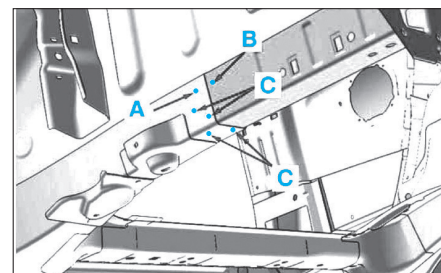
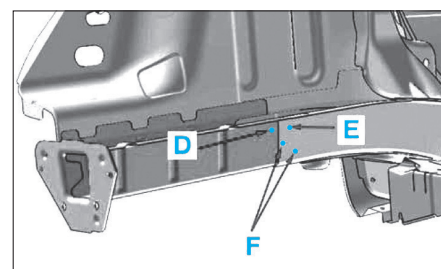

FIG. 68
FIG. 69
- Dépointer aux endroits indiqués A, B, C, D, E et F (Fig.68) et (Fig.69).